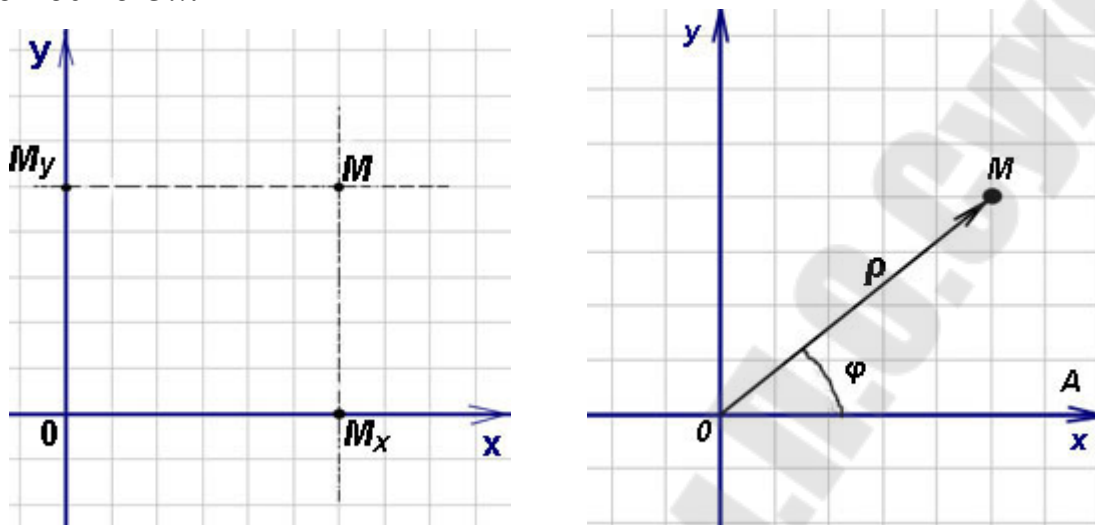

Рис. 2.39. Декартова (а) и полярная (б) системы координат
*Декартова система координат* представляет собой две перпендикулярные оси  $X$  (ось абсцисс) и  $Y$  (ось ординат) на плоскости с общим началом и одинаковой масштабной единицей (рис. 2.39, а). Эти оси называются также координатными осями. Декартовы прямоугольные координаты  $x$  и  $y$  точки  $M$  характеризуют расстояния от начала координат до проекций точки  $M$  на координатные оси  $Mx$  и  $My$  и обозначаются как  $M(x,y)$ .
*Полярная система координат* представляет собой некоторую полярную ось  $Ox$ , исходящую из точки  $O$ , называемой полюсом (рис. 2.39, б). Полярные координаты  $\rho$  и  $\varphi$  точки  $M$  это два числа, пер-